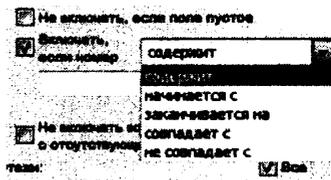

Рисунок 73
- **Включать, если номер** – выводить, если номер (рис. 73):